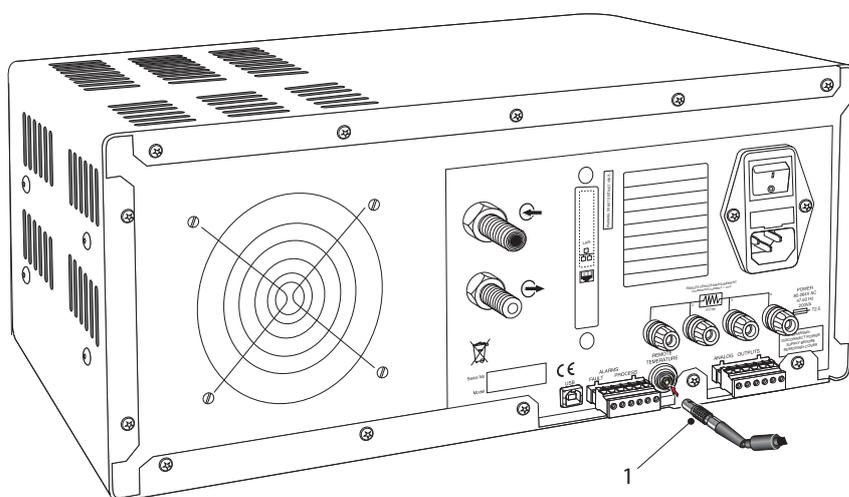

図7 リモートPRT接続
1. PRTプローブコネクタの本体を、**REMOTE TEMPERATURE**とラベルが付いているソケットにはまるまで回します (図7を参照)。